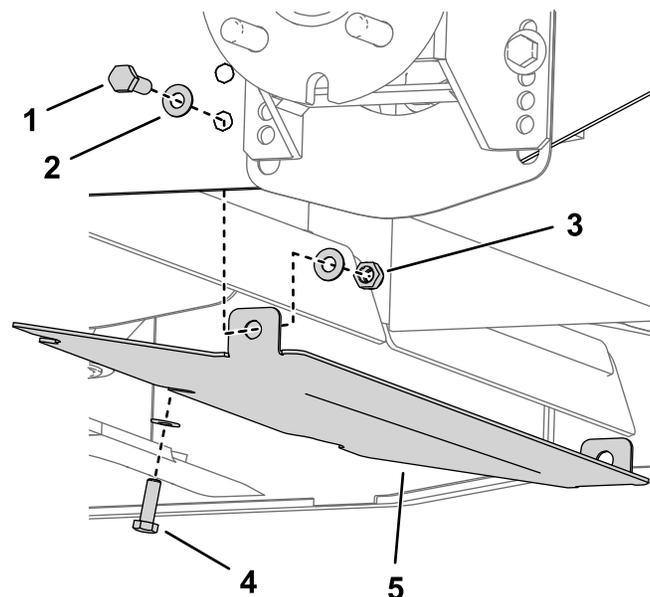

Bild 6
- A. Entfernen Sie die mittlere Mutter, Schraube und Scheiben von der mittleren Befestigung am Mähwerk (Bild 6).
- B. Befestigen Sie die Schutzvorrichtung mit zwei Schrauben (M8 x 25 mm), vier Scheiben (M8-17) und zwei Sicherungsmuttern (M8) im unteren Loch am Motorrahmen der Zugmaschine (Bild 6).
- C. Befestigen Sie die Vorderseite der Schutzvorrichtung mit der vorher entfernten mittleren Schraube, Scheibe und Mutter am Mähwerk (Bild 6).